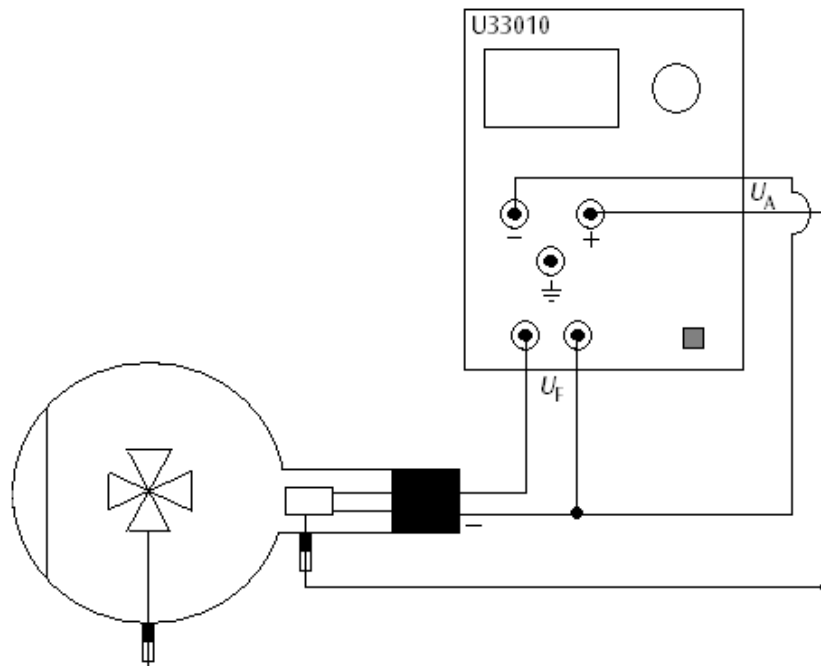

Fig. 1 Geradlinige Ausbreitung von Elektronenstrahlen
- Schaltung gemäß Fig. 1 vornehmen. Dabei den Minuspol der Anodenspannung an die mit Minus gekennzeichnete 4-mm-Buchse am Röhrenhals anschließen.